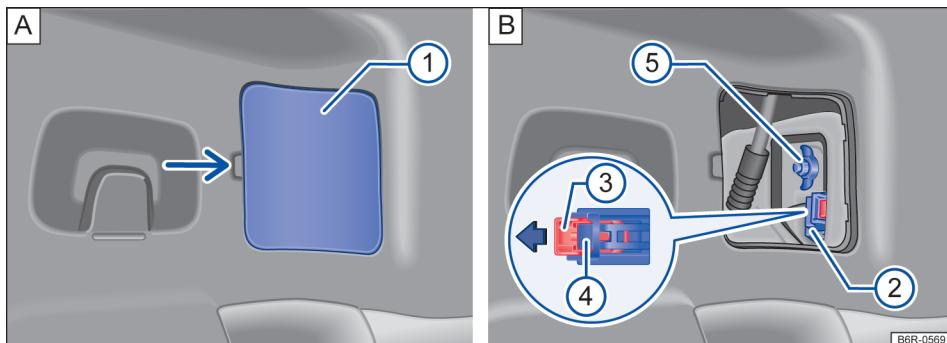

Fig. 113 Lateralmente no compartimento de bagagem: A: desinstalar a cobertura, B: remover a lanterna traseira.
3. Remover com cuidado a cobertura ① → Fig. 113 A.
4. Retirar o conector de alimentação, primeiramente puxar a trava vermelha ③ no conector ② no sentido da seta → Fig. 113 B. Para auxiliar, utilizar uma chave de fenda.
5. Pressionar o travamento ④ e retirar o conector ② → Fig. 113 B.
6. Soltar o parafuso borboleta ⑤ → Fig. 113 B e retirá-lo, segurando ao mesmo tempo, a lanterna traseira.
7. Puxar cuidadosamente a lanterna traseira para fora, para desencaixá-la da carroceria → ①.
17. Segurar a lanterna traseira na posição de montagem com uma das mãos e, apertar com a outra o parafuso borboleta \(5\) → Fig. 113 B.
19. Colocar o conector \(2\) no suporte das lâmpada e pressionar o travamento \(3\) na direção contrária da seta no conector → Fig. 113 B.